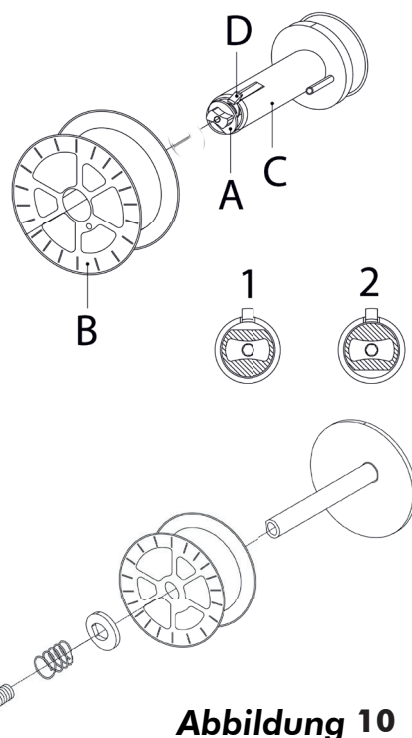
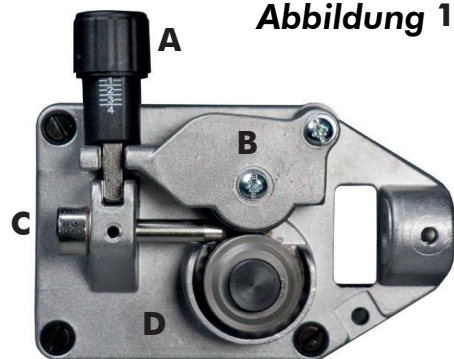

Abbildung 10
Abbildung 11
- Seitliche Abdeckung des Spulenfachs öffnen. Die Mutter (A) der Haspel bis in Position 1 (Bremstrommel) abdrehen. Beim Auswechseln die leere Zündspule herausnehmen, dazu den Sperrstift herunterdrücken (D). (Abb. 10)
- Hülle um die Spule entfernen und auf die Haspel setzen. Schließlich die Mutter (A) wieder anbringen und um 180° drehen (Position 2).
- Handrad (A) abschrauben
- Eingelegte Spule (B) von der Haspel (C) nehmen.
- Feder und innere Unterlegscheibe herausnehmen; Haspel (C) vom Zapfen nehmen.
- Handrad (A) wieder anschrauben.
**Das Handrad (A) dient als Bremssystem der Spule. Ein übermäßiger Druck belastet den Versorgungsmotor. Bei zu niedrigem Druck wird die Spule nach Ende des Schweißvorgangs nicht ausreichend verriegelt.**
- Plastikdrehgriff lockern (A) und senken und den Drahthebel anheben (B) (Abb. 11). Etwaige Drahtrückstände aus der Drahthülle entfernen.
- Draht aus der Spule lassen und mit einer Zange so festhalten, der er sich nicht abwickeln kann. Das Ende vor dem Einführen in die Führung (C) ggf. gerade biegen. Draht so einführen, dass er über den unteren Rollen (D) verläuft und die Drahthülle eintritt.
- Drahthebel (B) senken und mit dem Plastikdrehgriff (A) Druck